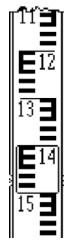

Abbildung 2
- Entfernen Sie die Okularabdeckung (12). Richten Sie das Instrument auf ein helles Objekt oder halten Sie ein weißes Blatt Papier vor die Objektivlinse (7) und drehen Sie dann den Okular-Fokussierknopf (13), bis das schwarze Fadenkreuz deutlich zu sehen ist.
- Richten Sie das Instrument auf die Nivellierplatte. Verwenden Sie bei Bedarf das optische Korn (6), um das Ausrichten zu erleichtern.
- Drehen Sie den Fokussierknopf (5), bis Sie die Teilstriche der Nivellierplatte deutlich sehen können (Abb. 2).
- Richten Sie das Fadenkreuz genau auf die Mitte der Nivellierplatte aus, indem Sie die horizontale Antriebsschraube drehen (8).
- Retire la tapa del ocular (12). Apunte el instrumento un objeto brillante o sostenga una hoja de papel blanca frente a la lente del objetivo (7), luego gire la perilla de enfoque del ocular (13) hasta que la retícula negra se muestre con nitidez.
- Apunte el instrumento a la barra de nivelación. Si es necesario, utilice la mirilla óptica (6) para apuntar fácilmente.
- Gire la perilla de enfoque (5) hasta que pueda ver claramente las marcas de graduación de la barra de nivelación (Fig. 2).
- Alinee la retícula exactamente con el centro de la barra de nivelación girando el tornillo de ajuste horizontal (8).